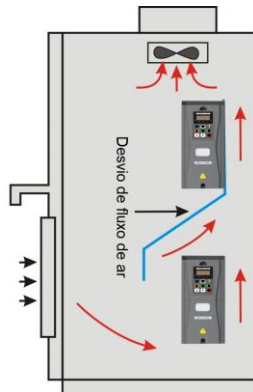

Fig.2-2 Montagem vertical
- ◆ Quando mais de um inversor for instalado no mesmo painel, eles preferencialmente devem ser fixados paralelamente. Quando um inversor é posicionado sobre o outro conforme a Fig 2-2, aletas de direcionamento de ar devem ser instaladas para prevenir que o ar quente do inversor inferior entre no sistema de refrigeração do superior. Em ambos os casos, ventilação forçada deve ser aumentada.